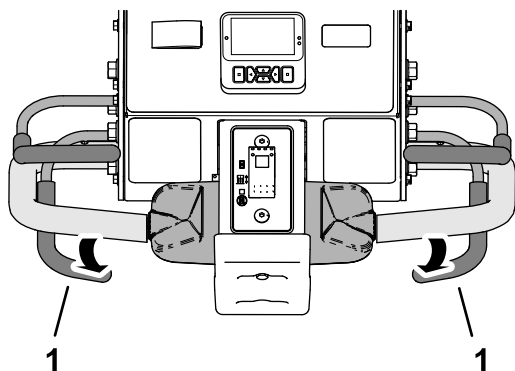

Figura 88
- Rilasciate la barra di arieggiatura (Figura 88).